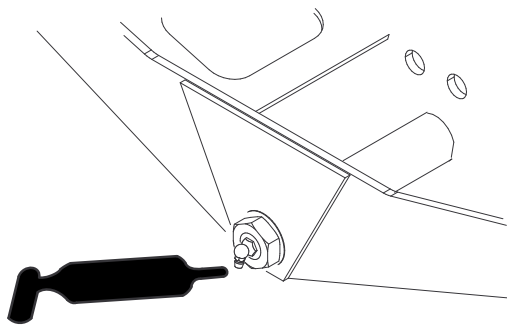

Figure 74
- Pivot de direction d'essieu (1) (Figure 74)